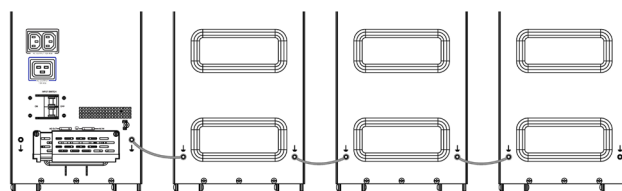

Fig. 41. Unión de varios EBM con enlaces de tierra adicionales.
2. Para añadir más de 2 EBM son necesarios cables de tierra adicionales (sección de 10 mm²) (Fig. 41).